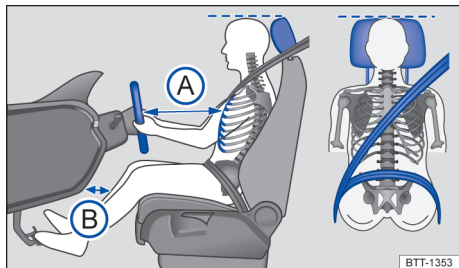

Fig. 24 Distância correta do condutor em relação ao volante, posição correta do cadoço do cinto de segurança e ajuste correto do apoio para cabeça.
- Ajustar o banco do condutor na direção longitudinal de modo que os pedais possam ser acionados com as pernas ligeiramente arqueadas e a distância para o painel de instrumentos na área do joelho seja de, no mínimo, 10 cm → Fig. 24 (B).
- Ajustar o banco de modo que a distância entre o volante e o tórax tenha no mínimo 25 cm → Fig. 24 (A) e que o condutor possa segurar o volante pela borda externa com as duas mãos e os braços ligeiramente dobrados.
- Para os bancos com apoio para cabeça: ajustar o apoio para cabeça de modo que a sua borda superior se encontre preferencialmente na mesma linha da parte superior da cabeça → Fig. 24 – porém não abaixo da altura dos olhos. Posicionar a parte posterior da cabeça o mais perto possível do apoio para cabeça.